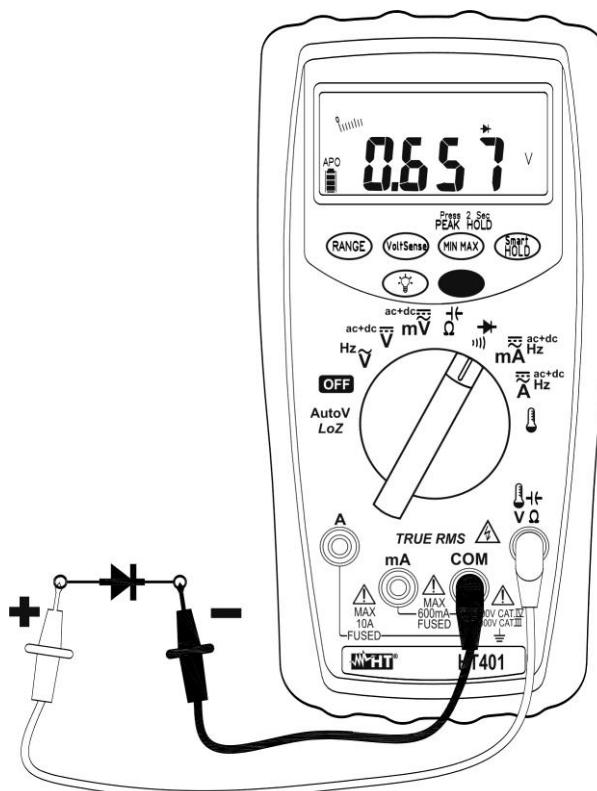

Abb. 8: Diodenprüfung und Durchgangstest
4. Verbinden Sie die rote Messleitung mit der Anode und die schwarze Messleitung mit der Kathode der Diode (siehe Abb. 8). Das Gerät zeigt die direkte Polarisierungs-Spannung auf der Anzeige. Diese Spannung ist typisch 0.4 ~ 0.9V mit guten Verbindungen.